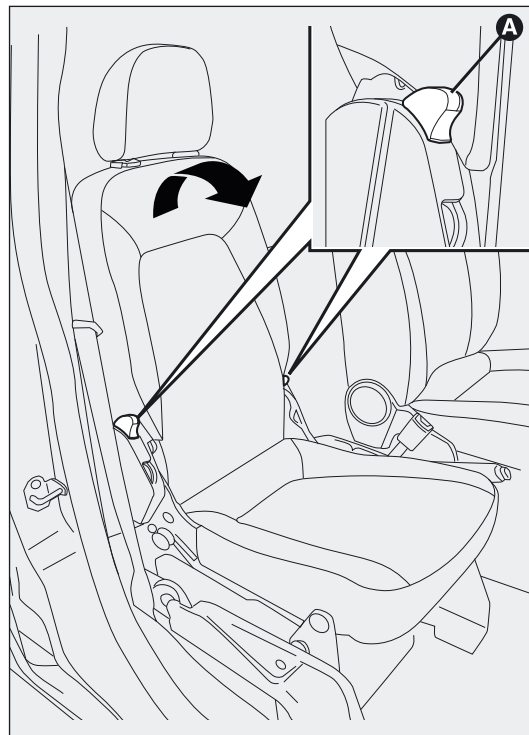

fig. 22
- ☐ bedien de hendels A-fig. 22 en klap de rugleuning naar voren in de richting van de pijl;